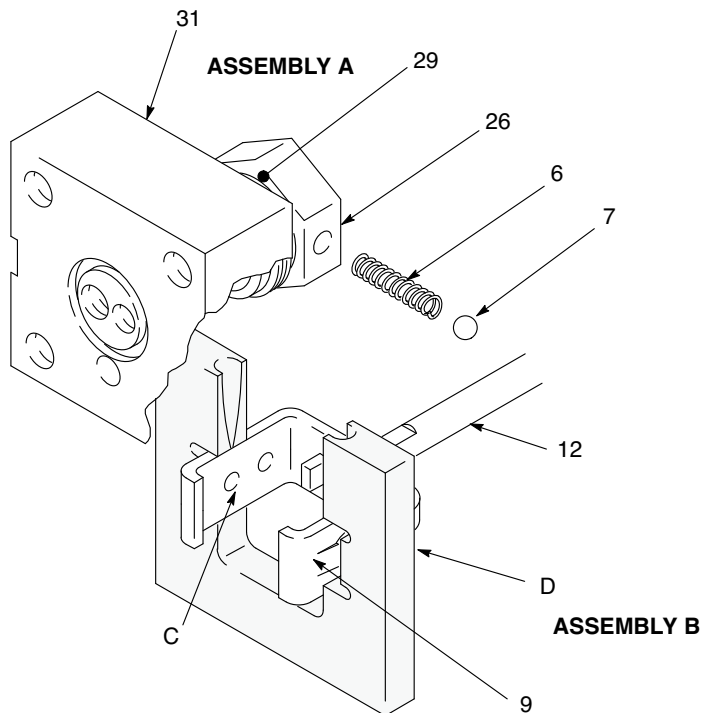

Рис. 11
13. Поместите узлы А и В на верстак (Рис. 11).
14. Поместите узел В по центру инструмента (D). Совместите верхние фиксирующие отверстия (C) хомута (9) с центральной линией инструмента (D) (Рис. 11).
15. Вставьте пружину (6) и один из шаров (7) в упор клапана (26) узла А. Наклоните упор клапана и начните направлять его в инструмент (D), убедившись, что шар входит в закругленную прорезь в инструменте (D). Поместите другой шар на другом конце пружины и задвиньте его большим пальцем, при этом поворачивая упор (26) клапана до тех пор, пока пружина не окажется в горизонтальном положении и шары не встанут на место. Продолжайте удерживать этот блок вместе (Рис. 11).
16. Установите упор клапана на инструмент. Шары (7) должны попасть в верхние отверстия (C) направляющего хомута (9), а изогнутые концы зажима для направляющего устройства должны войти в выемку муфты клапана (29) (Рис. 11). Снимите инструмент (D) со штока (12).